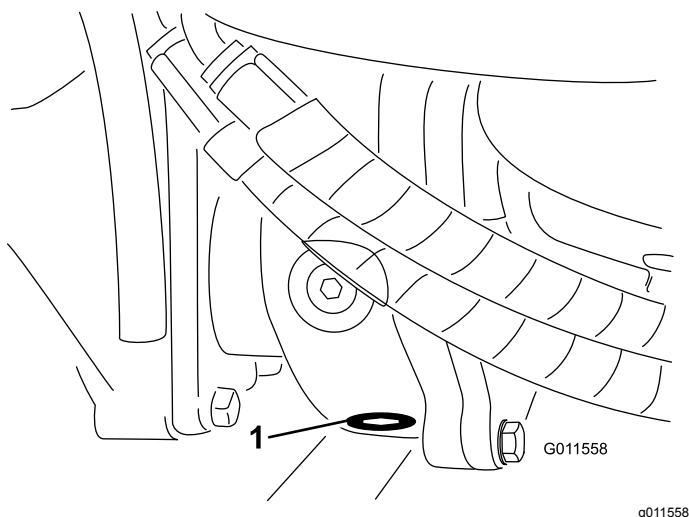

Figure 87
5. Nettoyez la surface autour du bouchon de vidange au fond du boîtier d'engrenages (Figure 87).